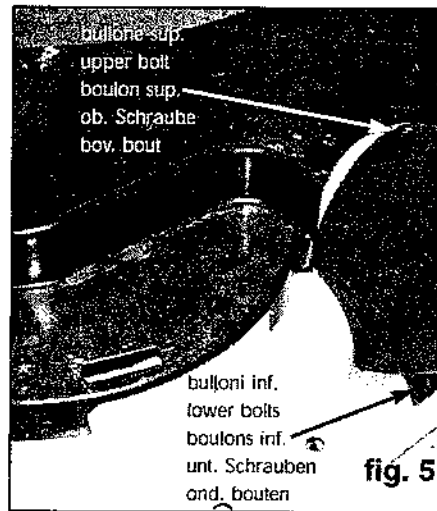

fig. 5
1. Agganciare il convogliatore di scarico alla bocca di uscita del piatto tramite il bullone posto nella parte superiore e i due bulloni posti nella parte inferiore (fig. 5).
1. Secure the discharge chute to the discharge opening on the deck using one bolt on the upper side and two bolts on the lower side (fig. 5).
1. Accrocher le transportateur de décharge à l'orifice d'entrée du plateau à l'aide du boulon placé dans la partie haute et des deux boulons placés dans la partie basse (fig. 5).